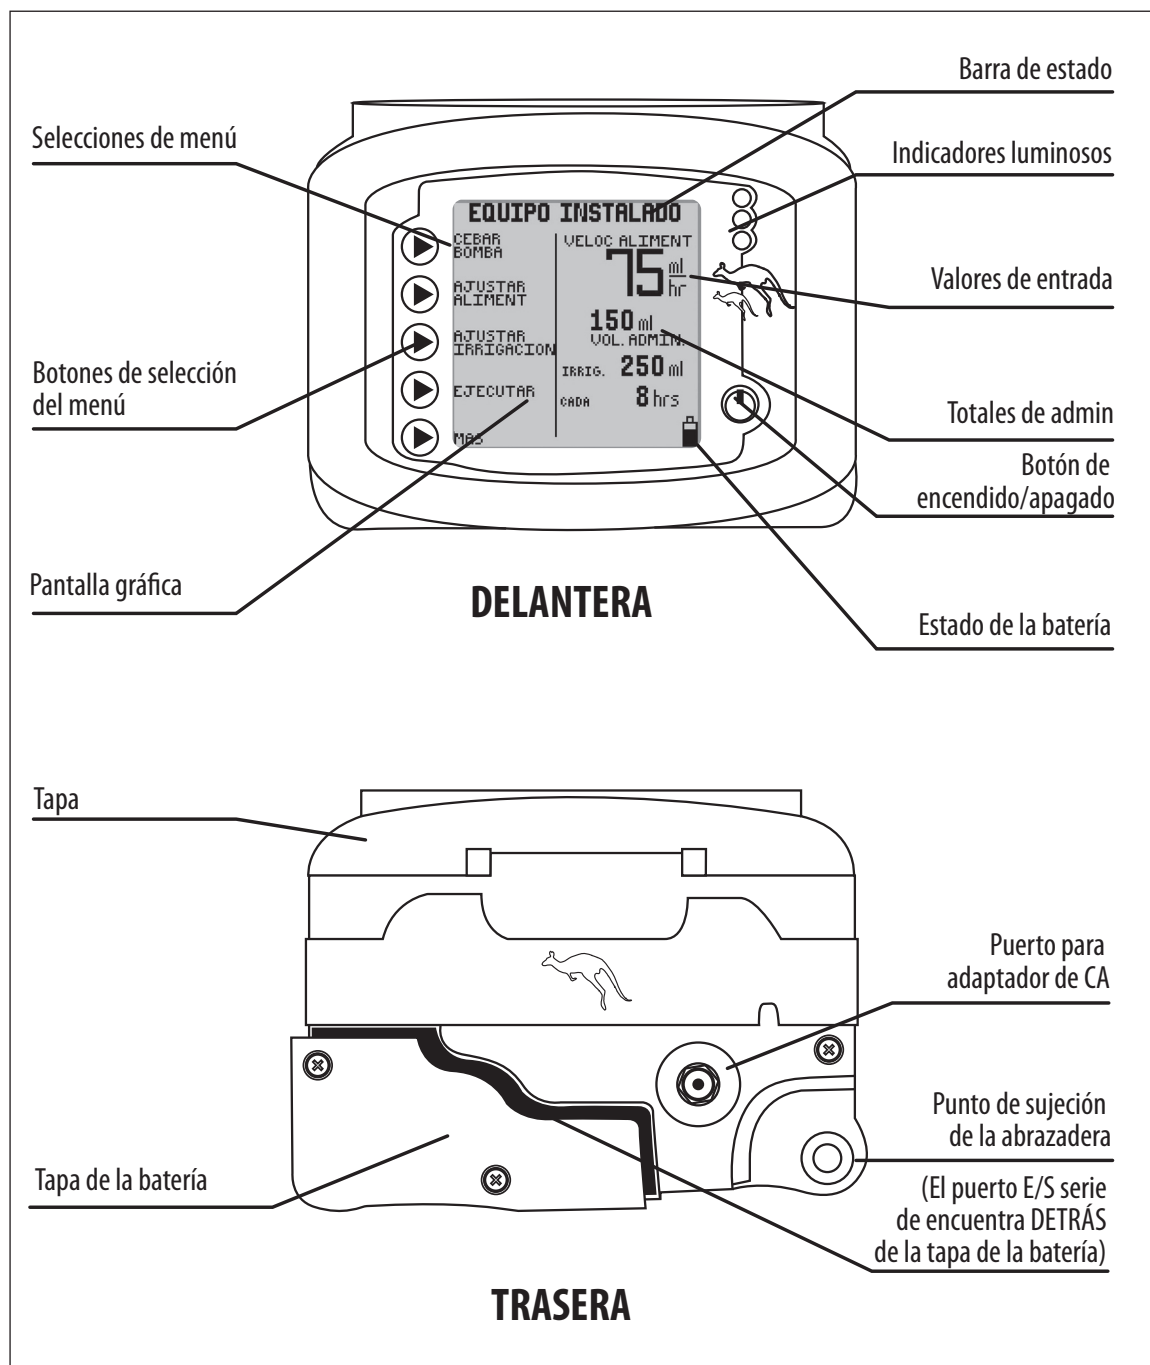

Figura 1A. Características de la bomba para alimentación enteral KANGAROO JOEY, vistas delantera y trasera.
13. **ADVERTENCIA:** El puerto E/S en serie (consulte la Figura 1A) está diseñado para un uso exclusivo por parte del fabricante.
Conecte el cable eléctrico al puerto del adaptador de CA situado en la parte posterior de la bomba. Consulte la Figura 1A para localizar el puerto en la bomba.